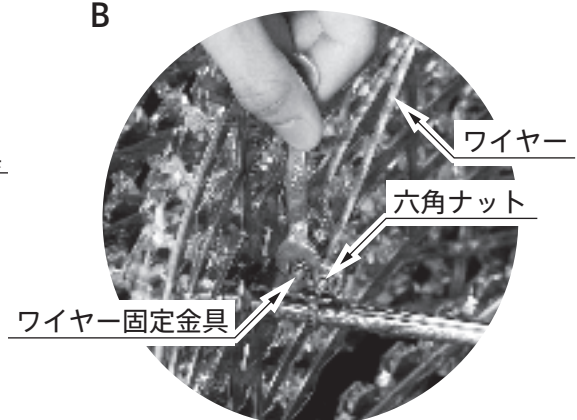

図 6
6. ソケットにハロゲンランプ（12ヶ所）を取付けます。（図 6）